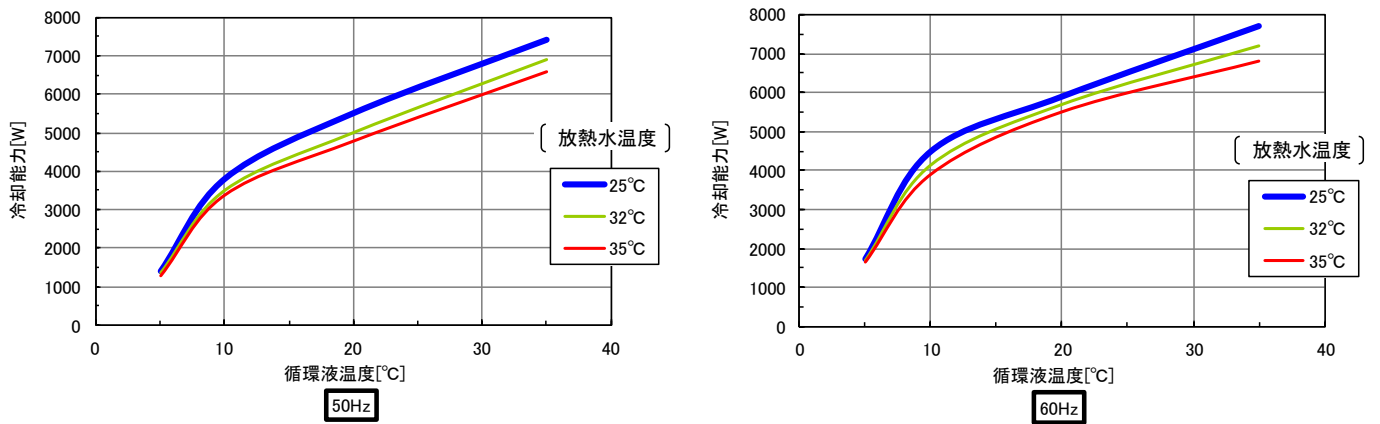

图 9-10 冷却能力(HRR050-W*-40-*)
*循環液定格流量、図 9-10 に記載された冷却能力での放熱水量です。